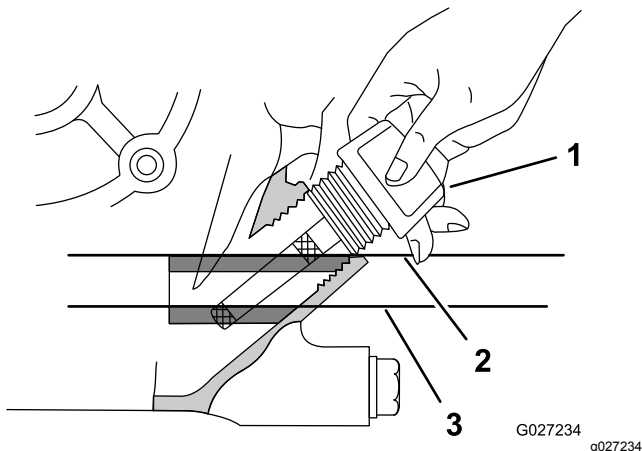

Figure 8
5. Insérez la jauge dans le moteur, comme montré à la Figure 8.
6. Sortez la jauge du goulot de remplissage et vérifiez le niveau de liquide dessus (Figure 8).
Remarque: Le niveau d'huile moteur doit recouvrir la zone hachurée sur la jauge (Figure 8).
8. Serrez la jauge à la main dans le goulot de remplissage (Figure 8).
4. Sortez la jauge du moteur et essuyez-la sur un chiffon propre (Figure 8).